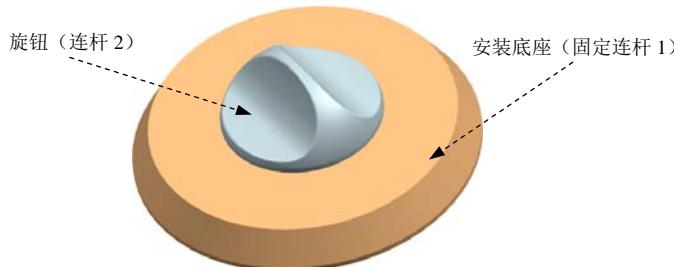

图 7.3.32 机构模型
下面举例说明使用文本驱动的应用。在图 7.3.32 所示的机构中，模拟旋钮在安装底座上旋转运动。
**Step5.** 定义固定连杆 1。选择下拉菜单 **插入(I)** →  **链接(L)...** 命令，系统弹出“连杆”对话框；选取图 7.3.32 所示的安装底座为固定连杆 1；在 **质量属性选项** 下拉列表中选择 **自动** 选项；在 **设置** 区域中选中  **固定连杆** 复选框；在 **名称** 文本框中采用默认的连杆名称“L001”；单击 **应用** 按钮，完成固定连杆 1 的定义。
**Step6.** 定义连杆 2。选取图 7.3.32 所示的旋钮为连杆 2；在 **质量属性选项** 下拉列表中选择 **自动** 选项；在 **设置** 区域中取消选中  **固定连杆** 复选框；在 **名称** 文本框中采用默认的连杆名称“L002”；单击 **确定** 按钮，完成连杆 2 的定义。